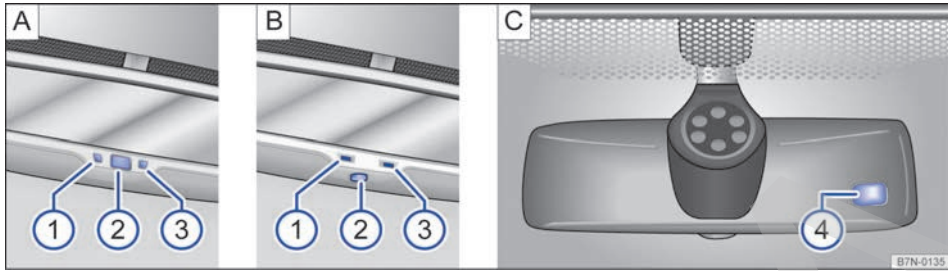

Fig. 92 En el parabrisas: retrovisor interior antideslumbrante automático.
Leyenda de la fig. 92:
- ① Testigo de control
- ② Botón
- ③ Sensor para detectar la incidencia de la luz por detrás
- ④ Sensor para detectar la incidencia de la luz por delante
La función antideslumbrante automática se puede activar y desactivar pulsando el botón del retrovisor interior \Rightarrow fig. 92 A ② o \Rightarrow fig. 92 B ②. Cuando está activada, se enciende el testigo de control A ① o B ①.
- Un sensor en el lado que mira hacia el habitáculo y que mide la incidencia de la luz por *detrás* \Rightarrow fig. 92 A ③ o \Rightarrow fig. 92 B ③.
- Un sensor en el lado que mira hacia el parabrisas y que mide la incidencia de la luz por *delante* \Rightarrow fig. 92 C ④.